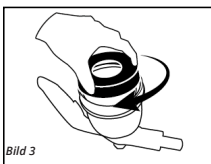
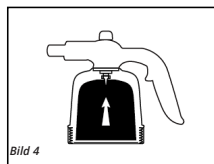

Bild 3
Bild 4
5. Vänd enheten upp och ner och skruva sedan på locket på behållarutrymmet. Genom att vrida på locket kommer gasbehållaren att piercas genom hålet. [Bild 3, Bild 4]